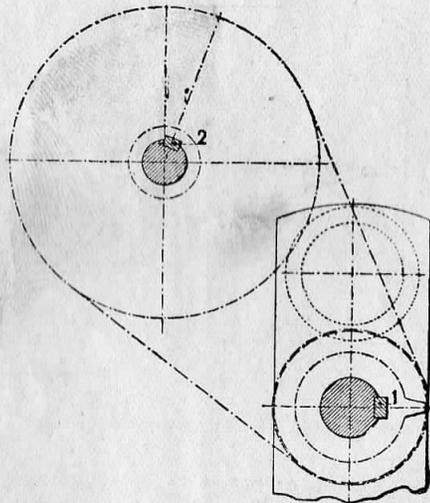

Fig. 8. — Position du pignon de vilebrequin et de la roue d'arbre à excentriques lorsque le piston du premier cylindre est au point mort haut de compression.
On peut remarquer qu'à ce moment les clavetages 1 du pignon de commande du vilebrequin et 2 de la roue montée sur l'arbre à excentriques occupent les positions respectives indiquées sur la figure 8.
**Montage d'une chaîne.** — Placer les clavetages du pignon de commande du vilebrequin et de la roue montée sur l'arbre à excentriques dans leurs positions respectives indiquées sur la figure 8: puis monter la chaîne sans occasionner aucun déplacement du vilebrequin ni de l'arbre à excentriques. Vérifier le réglage sur un cylindre comme il est indiqué plus haut.